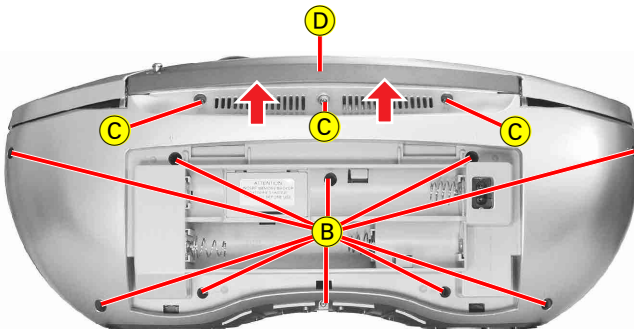

Fig. 2
- 10 Schrauben **B** (Fig. 2) herausdrehen.
- 3 Schrauben **C** (Fig. 2) herausdrehen (Schrauben herausnehmen!).
- Blende **D** (Fig. 2) an den mit den Pfeilen (Fig. 2) gekennzeichneten Punkten ausrasten und nach oben abnehmen.
- Undo 10 screws **B** (Fig. 2).
- Undo 3 screws **C** (Fig. 2; remove the screws!).
- Disengage cover **D** (Fig. 2) at the points marked by arrows (Fig. 2) and lift it.